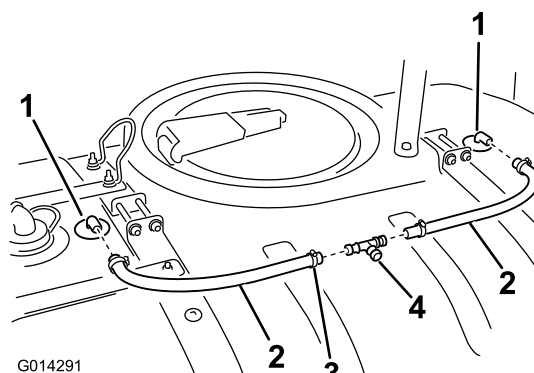

Рисунок 21
2. Установите на конец каждого шланга по шланговому хомуту (Рисунок 21).
3. Установите шланг на штуцер типа «елочка» промывочного сопла (Рисунок 21).
2. Подсоедините к тройнику открытые концы предварительно установленных шлангов промывочных сопел, как показано на Рисунок 21.